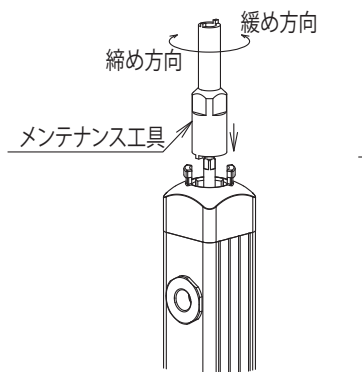

図3 キャップ押えナットの緩め方
- ・クリッカを抜き取り、メンテナンス工具を用いてキャップ押えナットを反時計回りに回して緩め、上部キャップを取外します。(図3)